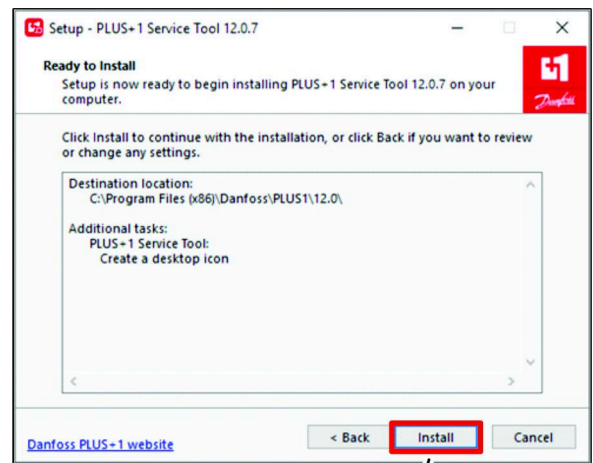

Figure 26
8. Dans la boîte de dialogue Prêt pour l'installation, cliquez sur le bouton INSTALLER (Figure 26).